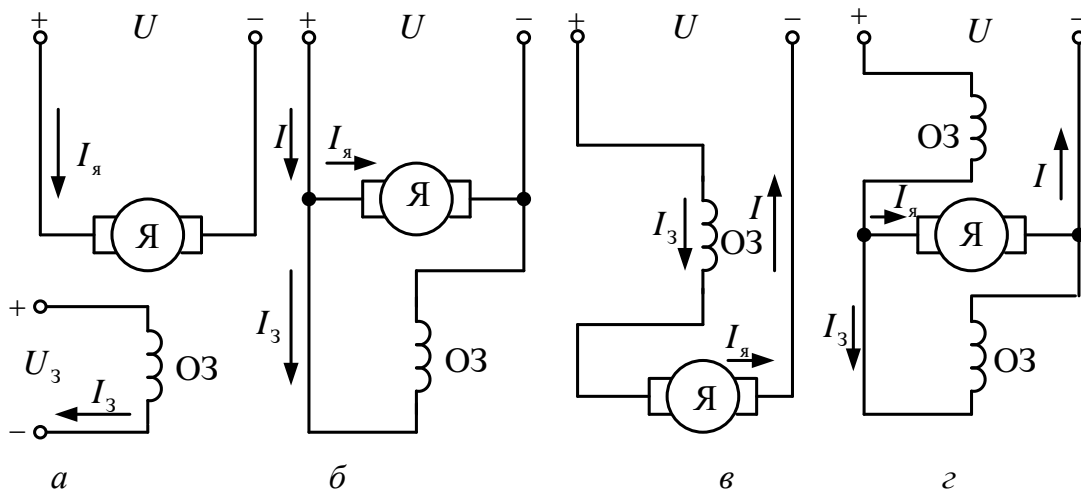

Рисунок 1
6. На рис.1,б показана машина постійного струму: